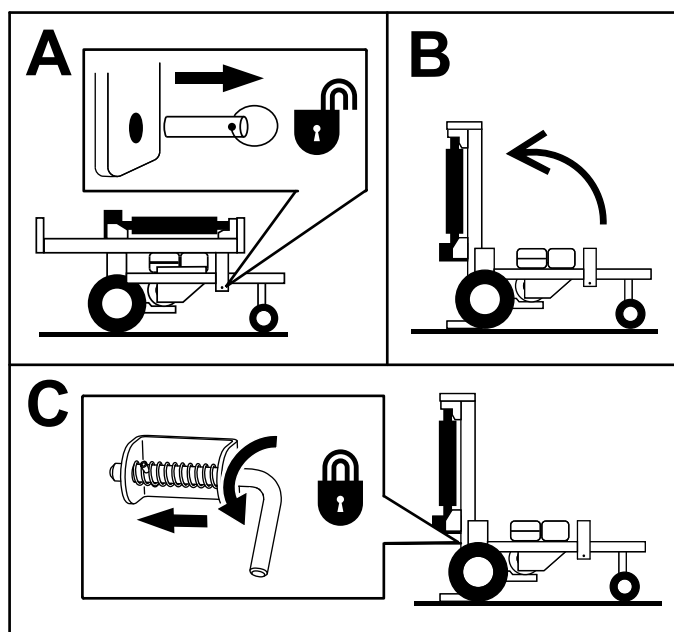

Figura 10
- Retire el pasador de bloqueo (Figura 10).
- Gire el riel hasta que esté vertical, contra la base de la máquina (Figura 10).
- Gire la palanca de bloqueo vertical a la posición de Cerrado para sujetar el riel inferior en su lugar (Figura 10).